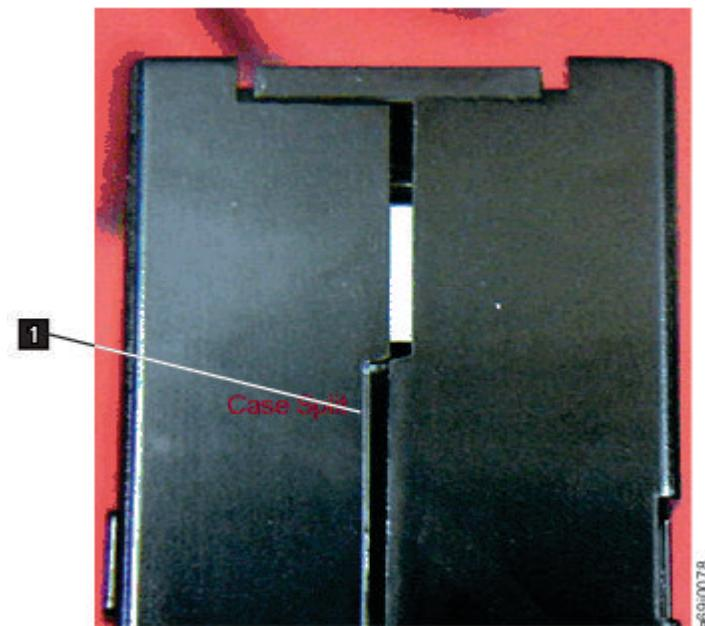

Abbildung 90. Naht der Kassette auf Lücken überprüfen
- Überprüfen Sie die Rückseite der Kassette (den Teil, der zuerst in den Kassettenladeschacht eingelegt wird). Die Naht des Kassettengehäuses darf keine Lücken aufweisen. . Weist die Naht Lücken auf (siehe Abb. 90), hat sich der Bandmitnehmerstift möglicherweise verschoben.